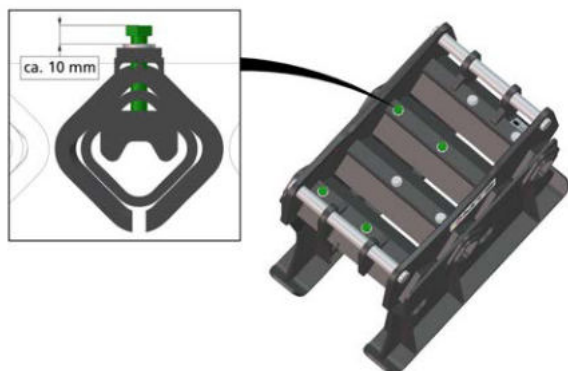

Abbildung 12: Schrauben lösen
- Schrauben **eines** Seitenfußes (siehe grüne Markierung Abbildung 12, Seite 10) mit dem entsprechenden Werkzeug lösen und ca. 10 mm herausdrehen.